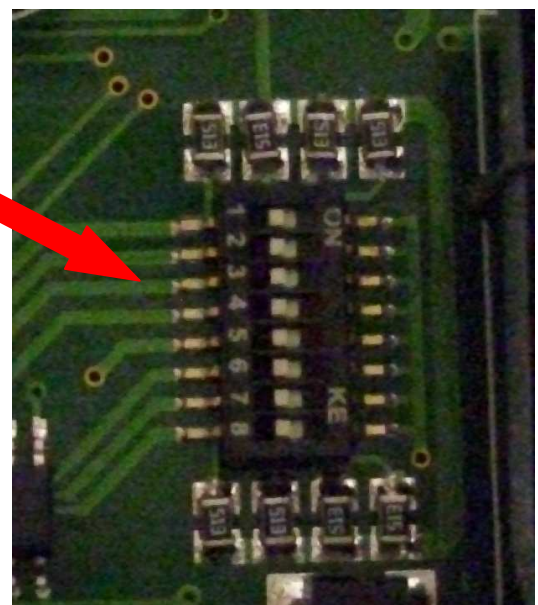

Рисунок 6. Микропереключатели адреса.
2. Проверить установленный адрес. Для корректной работы должен быть установлен нулевой адрес. Для этого необходимо найти панель микропереключателей(см рисунок 5-6) и убедиться, что все микропереключатели находятся в левом положении(см. рисунок 6)\*.